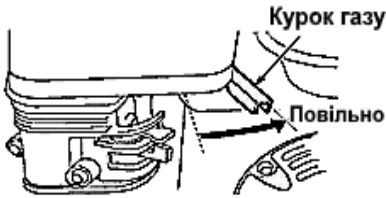

Рисунок 16
- 1) Переведіть курок газу у положення «Повільно» (рисунок 16);